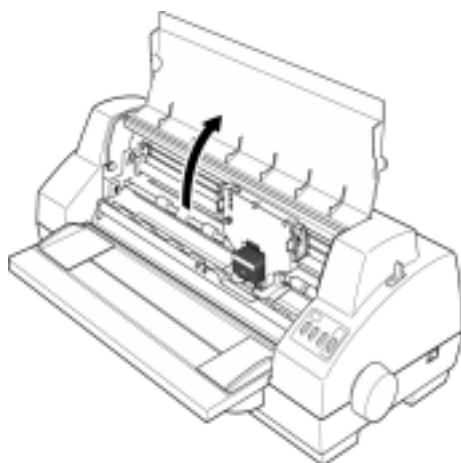

图 2-7 揭开打印机盖
- 3、把左边的纸厚调节旋钮调到“更换色带”的位置，色带盒会自动移向右边。如图 2-7 所示。
- 4、把打印机盖向上揭开，如图 2-7 所示。